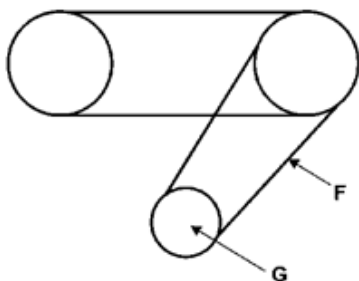

Рис. 27
Коробка скоростей может обеспечить две скорости подачи. Они настраиваются при вытягивании или нажатии на рычаг переключения скоростей (D, см. Рис. 27) во
время работы станка. Диапазон скоростей подачи приведен на Рис. 27.
Пониженный диапазон скоростей подачи на станке (4,87 и 6,1 м/мин) можно получить путем замены нижней звездочки (на валу коробки скоростей) и цепи для нее (см. Рис. 27).
4. Когда все звездочки сняты, замените звездочку на валу коробки скоростей (G, см. Рис. 27) и цепь
для нее (F, см. Рис. 27) на детали другого типоразмера.